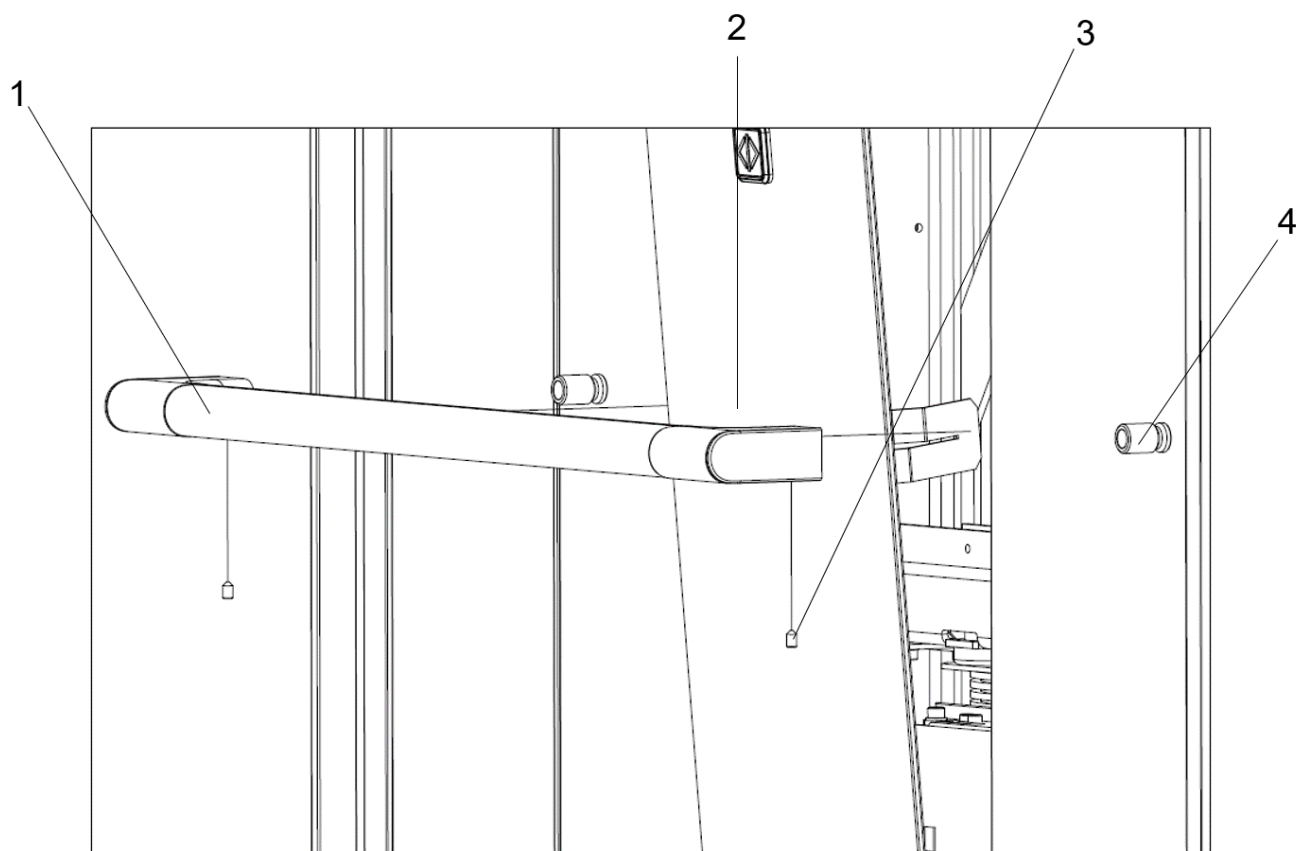

Fig. 21 Demontering av handtagsstången
1. Lossa de två låsskruvarna (3) som håller handtagsstången (1) över manöverpanelen (2), se Fig. 21.
2. Skjut handtagsstången på handtagsstångens knoppar (4).